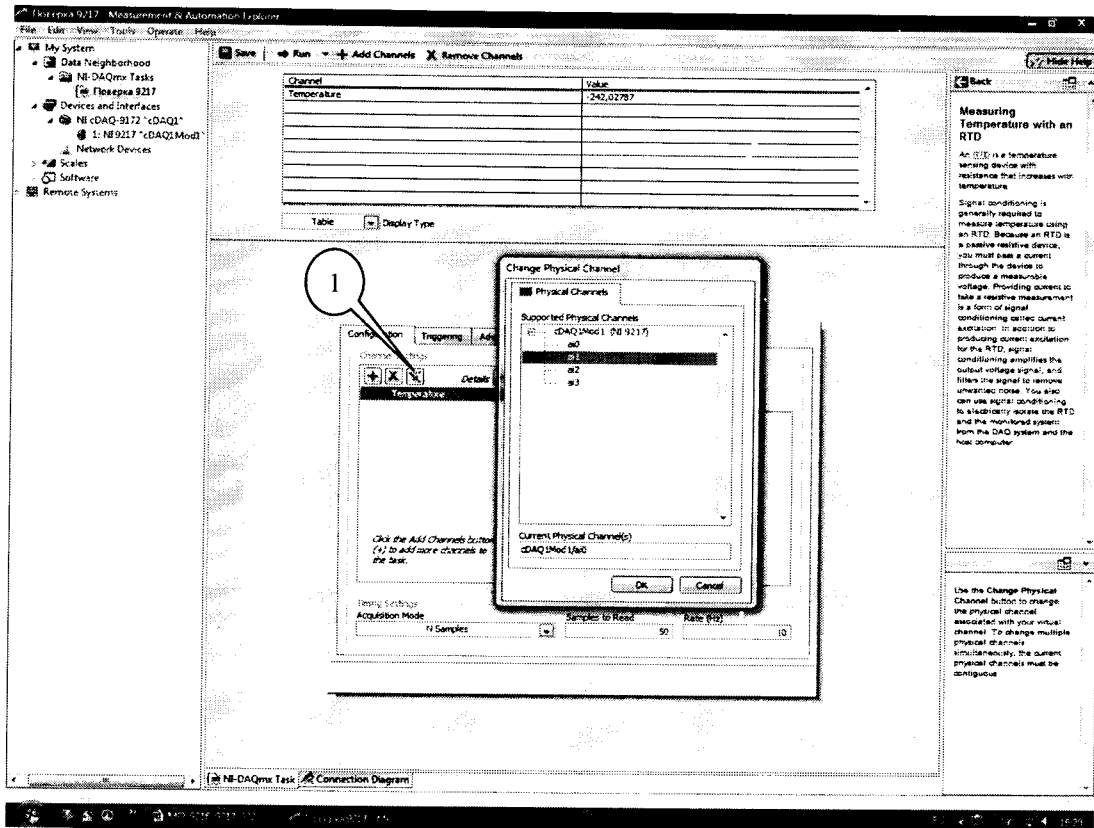

Рисунок 7.
7.3.7 Выполнить операции по п.п. 7.3.4 - 7.3.6 для каждого из каналов модуля. Для переключения каналов (рисунок 7) нажать кнопку (1), выбрать требуемый канал и нажать кнопку «OK».